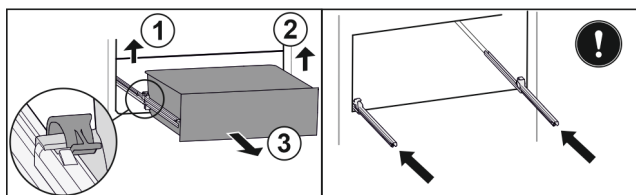

Fig. 29 *
- ▶ Podnieść lewy zacisk i wysunąć jednocześnie szufladę po lewej do przodu Fig. 29 (1).*
- ▶ Podnieść prawy zacisk i wysunąć jednocześnie szufladę po prawej do przodu Fig. 29 (2).*
- ▶ Wyjąć szufladę do przodu Fig. 29 (3).*